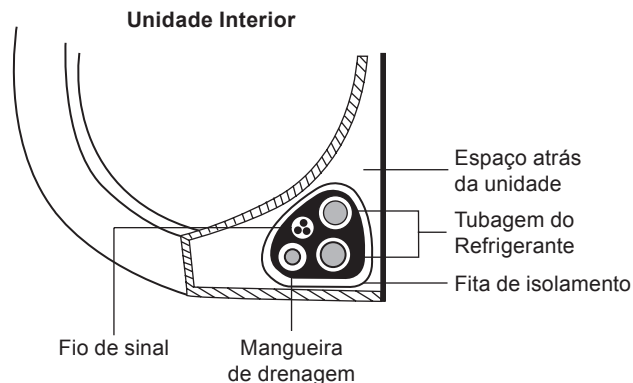

Fig. 3.10
1. Junte a mangueira de drenagem, os tubos de refrigerante, e o cabo de sinal de acordo com a Fig. 3.10.
3. Utilizando fita isoladora, enrole muito bem o fio de sinal, os tubos de refrigerante, e a mangueira de drenagem juntos. Confirme se todos os itens estão juntos de acordo com a Fig. 3.10.